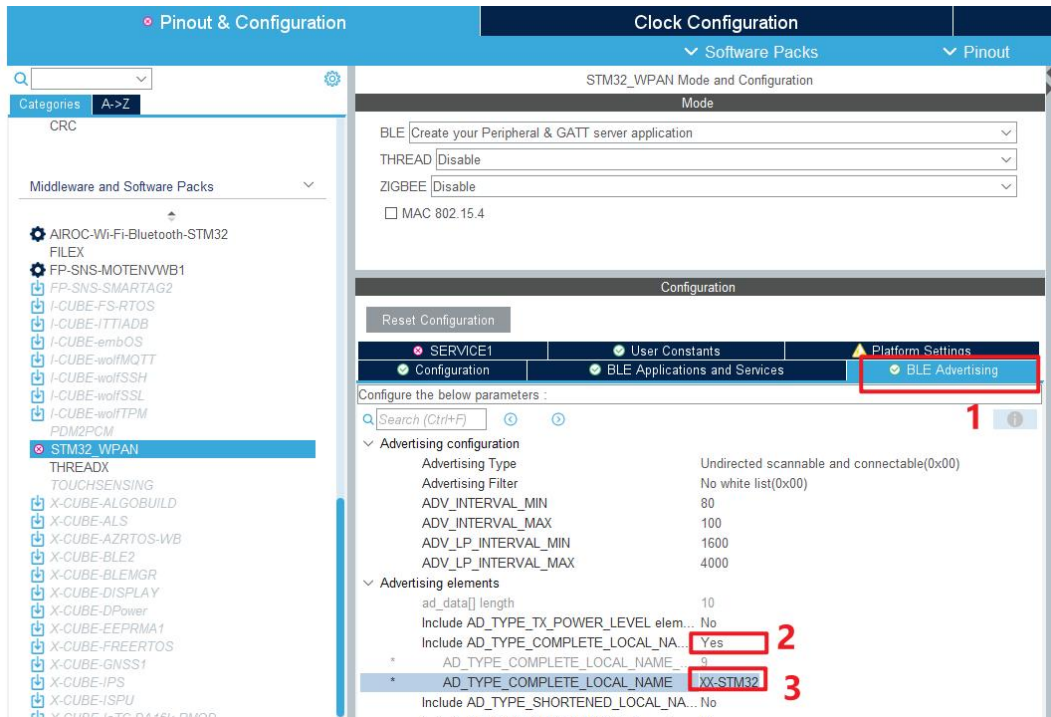

图 5.8
8. 按照图 5.8 所示操作，“序号 3”是蓝牙复位的名称，可更改。